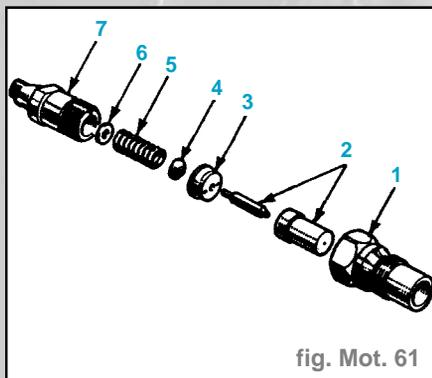

fig. Mot. 61
- Procéder à l'inverse du démontage dans l'ordre du repérage (fig. Mot. 61).
- Serrer l'écrou (1) avec une clé dynamométrique au couple de **7 daN.m**.
épaisse (fig. Mot. 61). À titre indicatif, **0,1 mm** représente une valeur de **10 à 12 bar**.